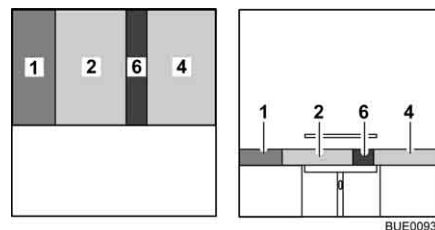

Bild 88 Efter ombyggnaden
- Lägg ryggdynan (Bild 88,1) mellan sittdynan och väggen.
- Lägg den extra dynan (Bild 88,6) mellan sittdynorna (Bild 88,2 och 4).